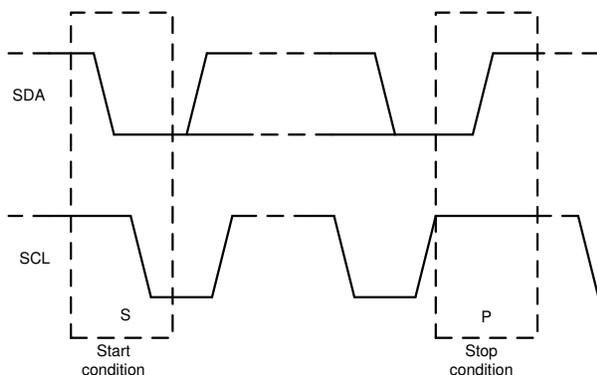

图 7-16. 启动和停止条件
1. 控制器通过产生启动条件来启动数据传输。启动条件是当 SCL 为高电平时在 SDA 线上发生从高到低的转换，如图 7-16 所示。所有与 I2C 兼容的器件都会识别启动条件。
件，如图 7-16 所示。此操作将释放总线并停止与寻址的目标器件之间的通信链路。所有与 I2C 兼容的器件都